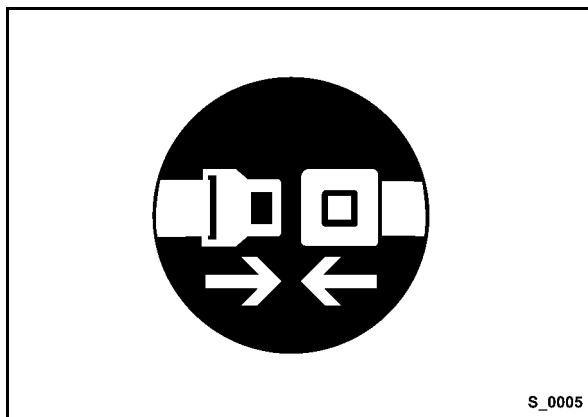

Fig. 62
- Allacciare la cintura di sicurezza (Fig. 62).